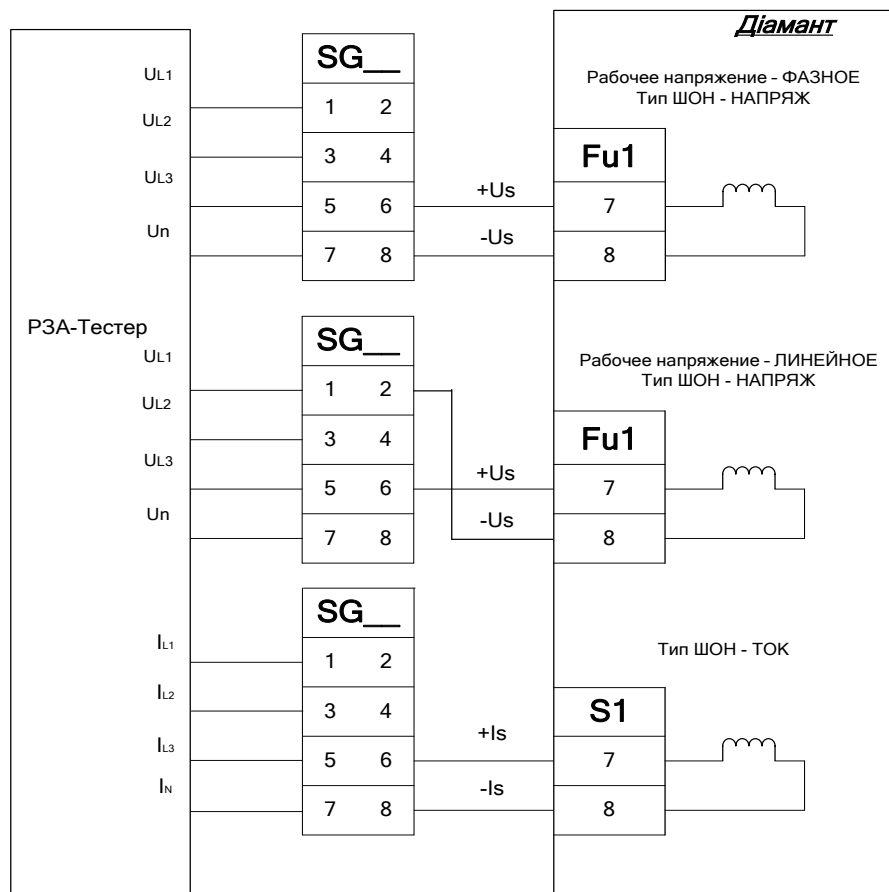

Рис. 7.13 – Подключение аналоговых входов U_s и I_s к Діамант
- для АПВ с контролями (в зависимости от значения уставок «РАБОЧЕЕ НАПРЯЖЕНИЕ» и «ТИП ШОН») в соответствии с Рис.7.13 и провести калибровку ШОН;